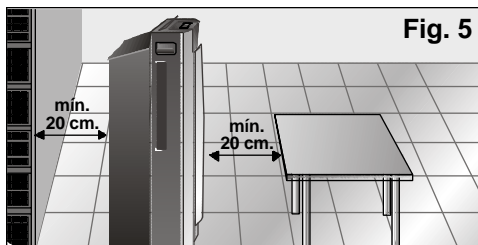

Fig. 5
- Par sécurité, avant de brancher votre appareil, assurez-vous qu'il se trouve à une distance d'au moins 20 cm de toute surface, **Fig. 5**.